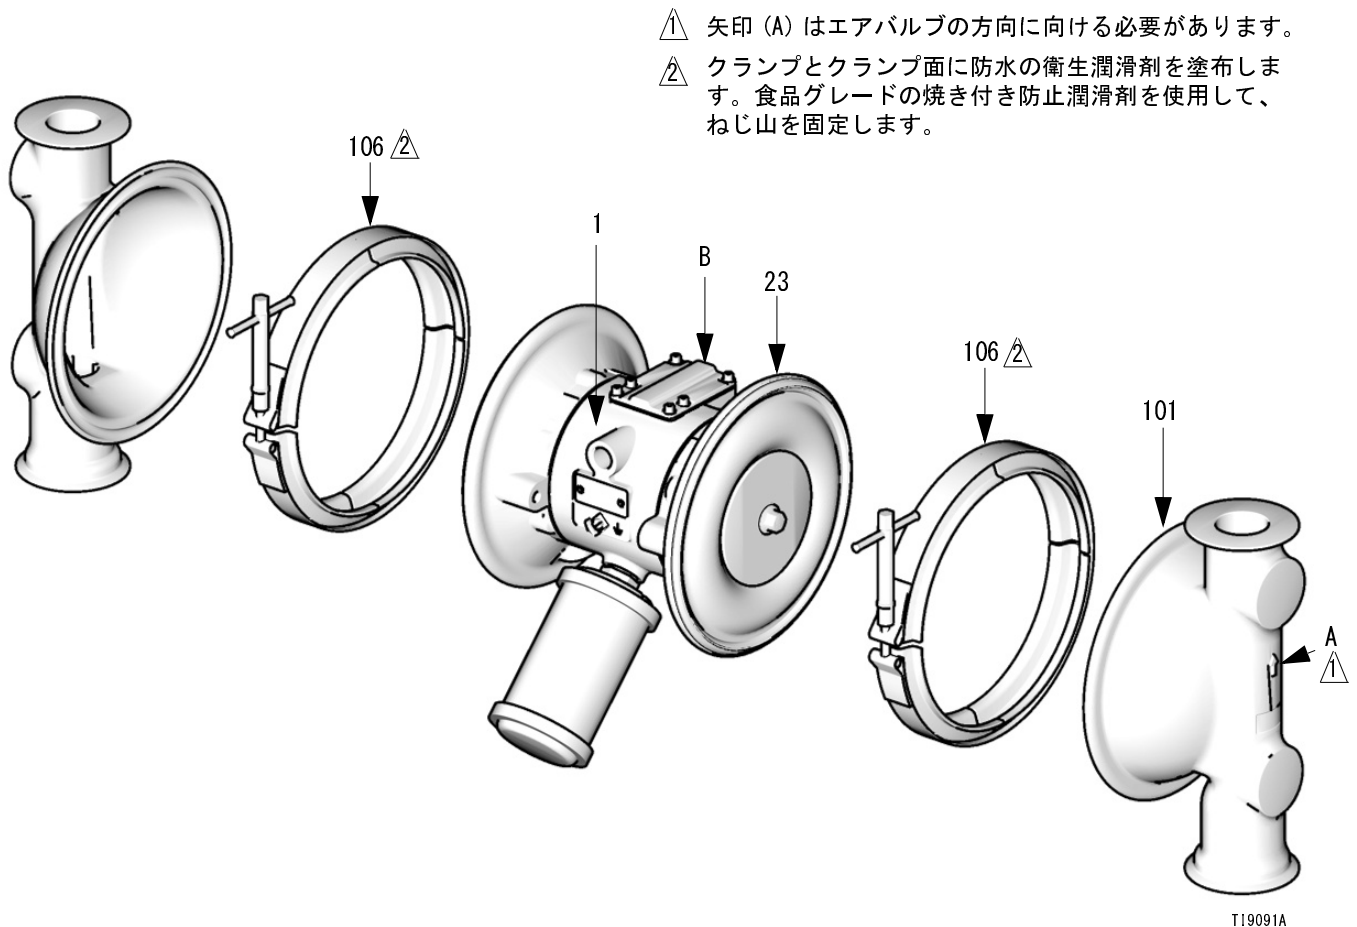

図 10
3. 液体カバー (101) をエアカバー (23) に保持しているクランプ (106) を外します。液体カバー (101) をポンプから引き抜きます。図 10 を参照してください。
2. ダイヤフラムアセンブリーを、シャフト (24) の片側の端に、次のようにして取り付けます：
- a. O リング (108*) をシャフトボルト (107) に取り付けます。
- b. 液体側のダイヤフラムプレート (105) を、丸い面がダイヤフラム (401) に向くように、ボルトに取り付けます。
6. 液体カバー (101) とセンターハウジング (1) の向きを、カバーの矢印 (A) がエアバルブ (B) と同じ向きになるように揃えます。カバーをクランプで固定します。図 10 を参照してください。